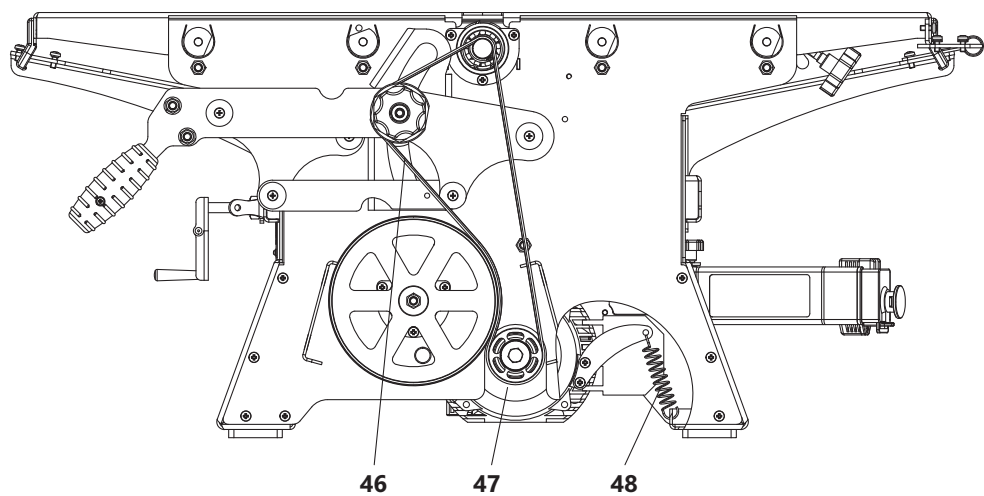

Рис. 26 Установка приводного ремня
- ослабить натяжение ремня 46 (рис. 26), отжав двигатель 47 вверх, либо сняв пружину натяжения 48;